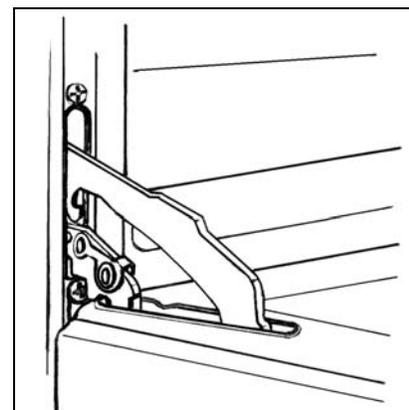

fig. 9
- fermez partiellement la porte jusqu' à un angle de 30° (fig. 9).